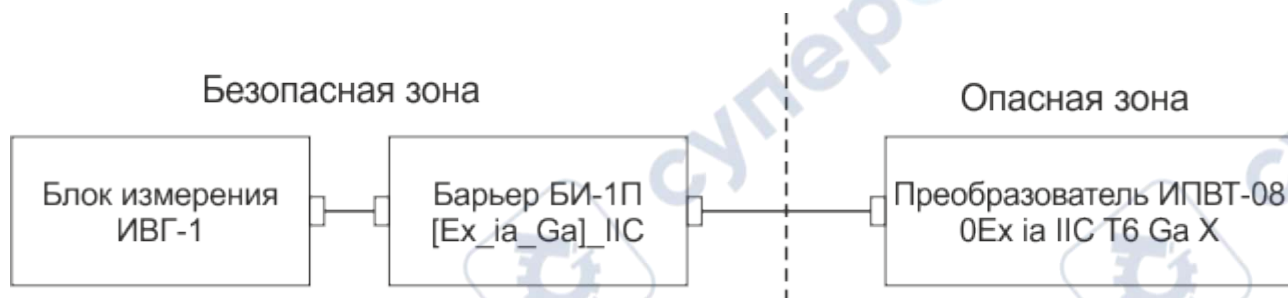

Рисунок 5.1 Схема подключения составных частей прибора
- 5.2 Подключить составные части прибора согласно схеме на рис.5.1.